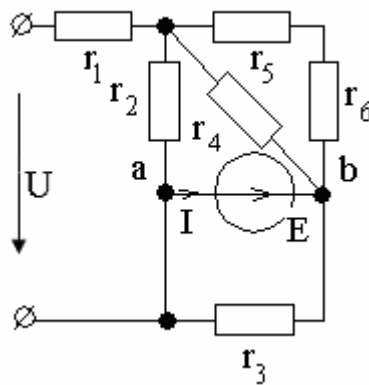

Рис. 51
22. Определить величину приложенного напряжения к цепи (рис. 51), чтобы мощность источника ЭДС была равна 200 Вт при $E=20$ В, $r_1=4$ Ом, $r_2=12$ Ом, $r_3=4$ Ом, $r_4=r_5=r_6=3$ Ом. Воспользоваться принципом наложения.